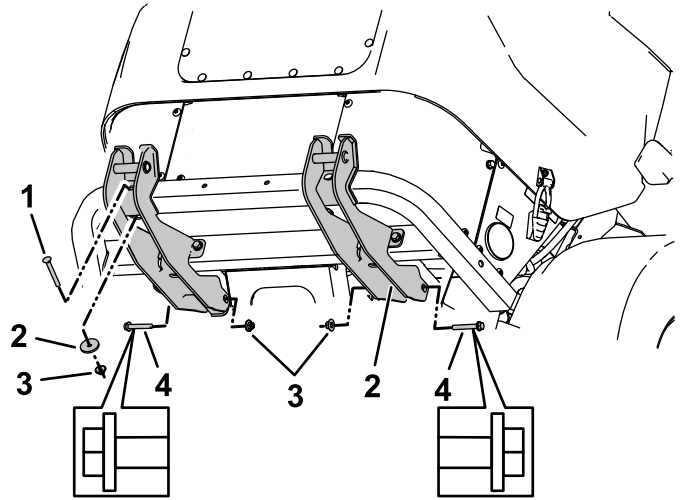

Figure 13
3. Installez sans serrer 1 boulon de carrosserie ($\frac{3}{8}$ x 3 po), 1 rondelle épaisse et 1 contre-écrou ($\frac{3}{8}$ po) dans chaque support de montage inférieur à travers l'avant du pare-chocs arrière (Figure 13).
4. Installez sans serrer 2 boulons ($\frac{3}{8}$ x $2\frac{1}{2}$ po) et 2 contre-écrous ($\frac{3}{8}$ po) à l'avant des supports du cadre (Figure 13).
Remarque: La tête des boulons doit être tournée à l'extérieur de chaque support (Figure 13).